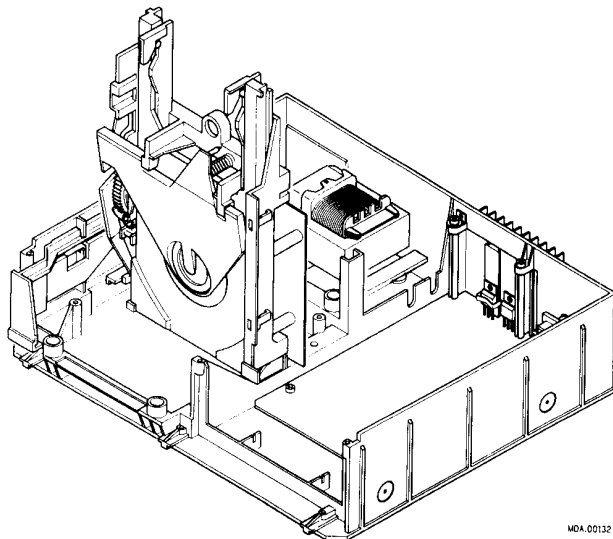

Fig. 3
#### SERVICEN VAN DE SERVO + PRE.AMPL.PRINT (zie Fig. 3)
- Verwijder de schroef 4N x 10 en ring pos. 226 (zie exploded view van de kast) aan de achterzijde van het lademechanisme.
- De samenstelling lademechanisme/CDM/servo + pre.-ampl. print is nu uit het frame te nemen en is vertikaal op te stellen in de daarvoor voorziene servicesteunen in het frame (zie Fig. 3).